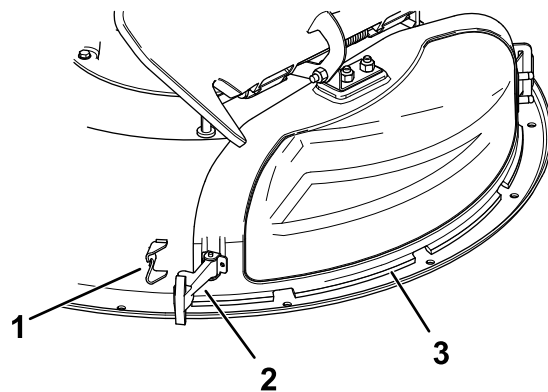

Bild 12
3. Lösen Sie den flexiblen Riegel vom Riegelhalter an der Auswurfkanalabdeckung und schwenken Sie die Auswurfkanalabdeckung nach rechts (Bild 12).
6. Haken Sie zum Befestigen der Auswurfkanalabdeckung am Mähwerk den flexiblen Riegel an der Auswurfkanalabdeckung im Halter am Mähwerk ein (Bild 12).